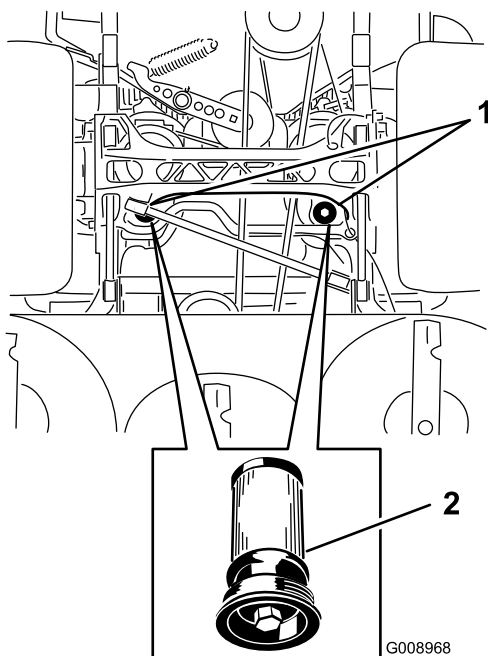

Figura 94
5. Coloque um recipiente de escoamento debaixo dos filtro, retire o filtro velho e limpe a superfície (Figura 94).
6. Aplique uma fina camada de fluido hidráulico na junta de borracha do filtro de substituição (Figura 94).